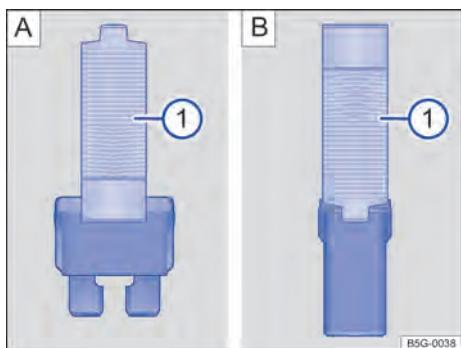

Fig. 178 Retirar ou colocar o fusível com a pinça de plástico: **A**: fusível plano, **B**: fusível de bloqueio.
→ Fig. 178 **①** da cobertura da caixa de fusíveis.
→ Fig. 178 **A** **①** ou → Fig. 178 **B** **①** lateralmente no fusível.
- Caso o fusível esteja queimado, substituir o fusível por um novo da *mesma* intensidade de corrente (mesma cor e inscrição) e do *mesmo* tamanho → **①**.